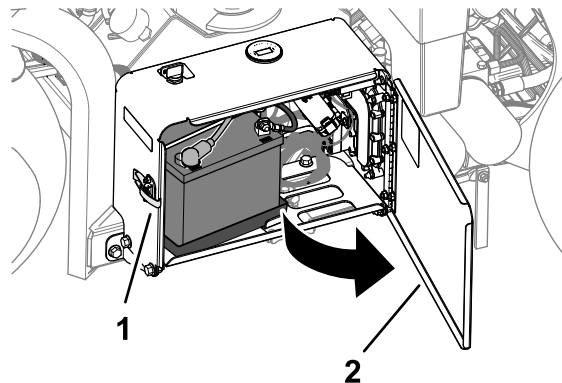

Figura 160
1. Deblocați și deschideți ușa compartimentului bateriei (Figura 160).